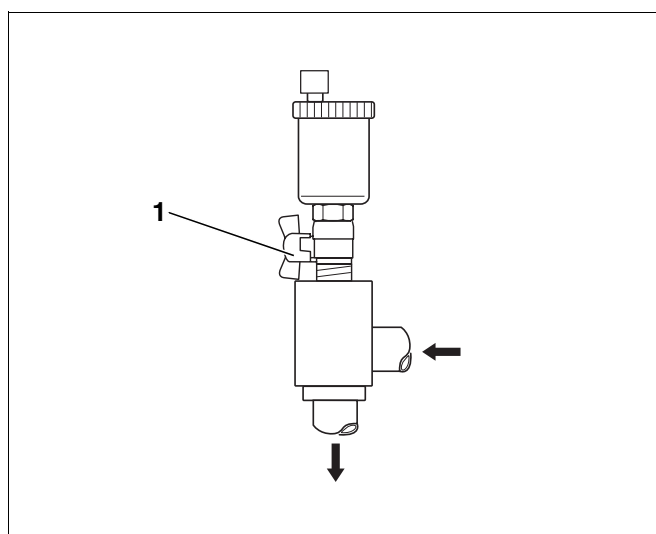

Fig. 17 Purga automática
- ▶ Concluída a purga, não deixe de fechar novamente a torneira de esfera (Fig. 17, **Item 1**) do dispositivo de purga.